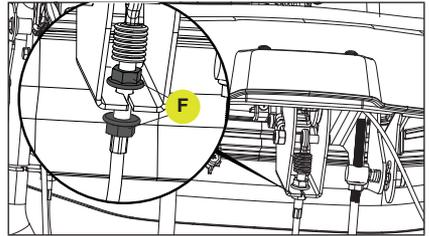

Figure 84
7. Desserrez complètement les deux écrous (F) de ce câble. (Fig. 84)